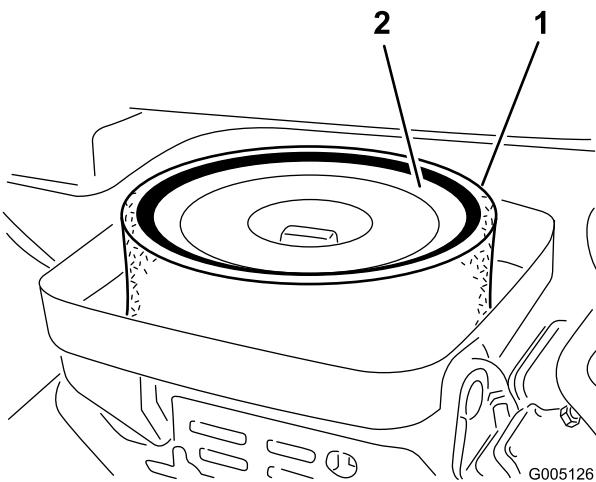

図 33
- スポンジ（図 33）を点検し、汚れていればペーパー・エレメントから外す。以下の要領で丁寧に清掃してください：